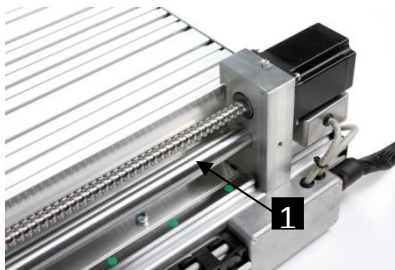

Abb. 28: Linearführungen der X- und Z-Achse
- 2 Linearführungen der X-Achse (Abb. 28 /1) und der Z-Achse mit einem Leichtlauföl benetzten Putzlappen **DIN** 61650 einölen oder alternativ das Öl mit einem dafür geeigneten Pinsel aufzutragen.